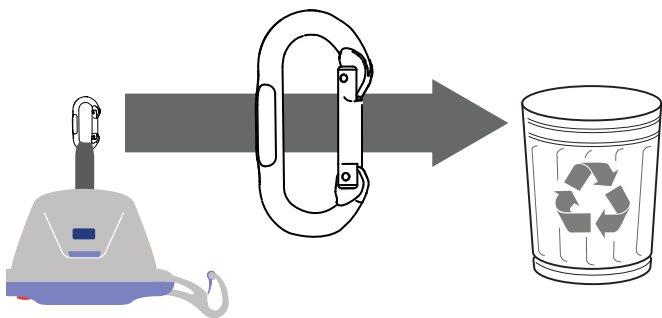

Fig. 1
1. Le cas échéant, retirer le mousqueton à action unique présent sur le Reacher et/ou la sangle du lève-personne et mettre au rebut selon les normes en vigueur. Voir fig. 1.